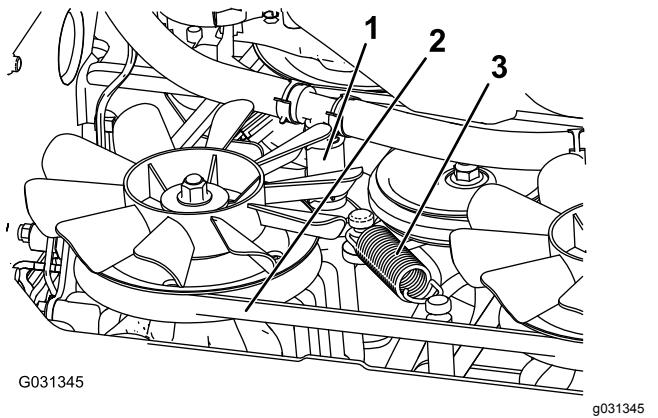

Figure 68
5. Déposez le flexible hydraulique inférieur (Figure 68).
6. Déposez le ressort de tension (Figure 68).
7. Enlevez la courroie du plateau de coupe de l'embrayage et de la butée d'embrayage (Figure 68).